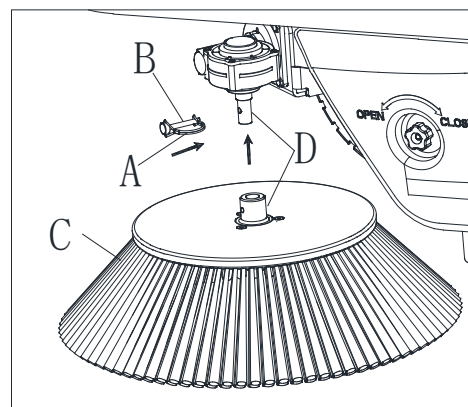

Figura 12
3. Solte a mola no pino "D" (A, Figura 12) e, em seguida, remova o pino "D" do eixo lateral da escova (B, Figura 12).
4. Coloque a nova escova lateral no eixo do motor da escova lateral, alinhe os orifícios no cubo da escova lateral com o orifício no eixo do motor (D, Figura 12), depois insira o pino "D" (B, Figura 12) e finalmente aperte a mola (A, Figura 12).